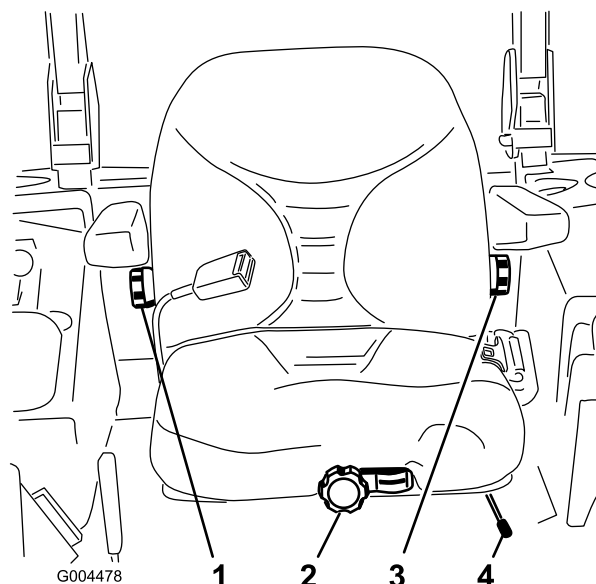

図 29
1. 調整は、レバーを横に動かしてシートのロックを解除して行う(図 29)。
運転席に座らずに、座席前部にあるノブを、オペレータの体重に合わせてセットします(図 29)。
調整は、右側アームレストの下にあるノブを回して行います(図 29)。
調整は、左側アームレストの下にあるノブを回して行います(図 29)。